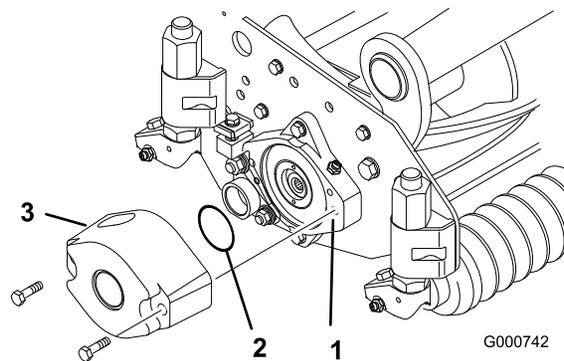
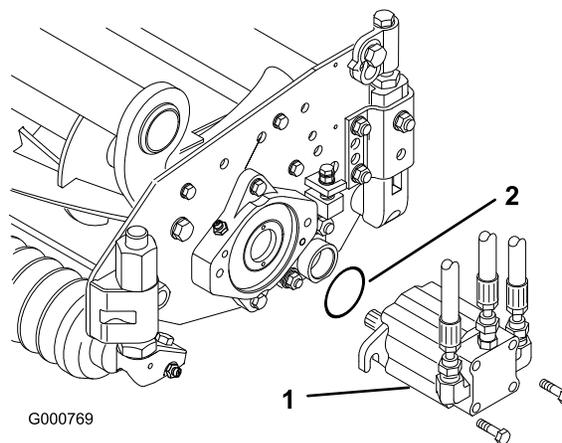

Figura 4
Figura 7
- Lubrificare un O-ring grande e montatelo nella scanalatura del supporto del cuscinetto, uno per ciascun lato dell'elemento di taglio (Figura 4 e Figura 7).
- Montate un contrappeso sul lato appropriato di ogni elemento di taglio e fissatelo con le viti a testa cilindrica a corredo (Figura 4).
13. Montate il motore sul lato comando dell'elemento di taglio, e fissatelo con le due viti a testa cilindrica a corredo (Figura 7).